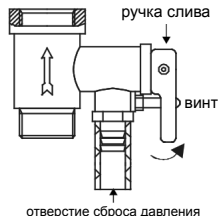

Рис. 6
4. На входной патрубке обозначенный голубым цветом и стрелкой направления течения воды накрутите предохранительный клапан так, чтобы течение воды совпадало с направлением стрелки на корпусе клапана. На отверстие сброса давления предохранительного клапана (см. рис. 6) оденьте дренажную трубку* для отвода воды (возможно появление при нагревании) в канализацию (трубку необходимо направить строго вниз и запрещать её).
6. Чтобы слить воду из внутреннего резервуара необходимо, воспользоваться предохранительным клапаном: открутить винт ручки слива предохранительного клапана и перевести ручку слива в верхнее положение, при этом кран выхода горячей воды должен быть открыт, а кран подачи холодной воды в водонагреватель должен быть перекрыт (смотри рис. 6). Из отверстия сброса давления предохранительного клапана потечет вода. Никогда не сливайте воду, если ее температура выше 50 °С, т. к. это может привести к ожогам.